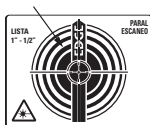
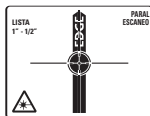

ILUSTRACIÓN 10
ILUSTRACIÓN 11
- Una vez que la unidad esté calibrada, deslícela a lo largo de la superficie en una línea recta horizontal. A medida que la unidad se acerque al paral, la cruz aparece y los anillos del indicador se iluminarán uno detrás del otro desde el más grande hasta el más pequeño, tal como se muestra en la ilustración 10. Cuando el borde del paral es detectado, el indicador de paraleles y el símbolo del "BORDE" aparecerán tal como se muestran en la ilustración 11. La unidad también emitirá un tono constante.